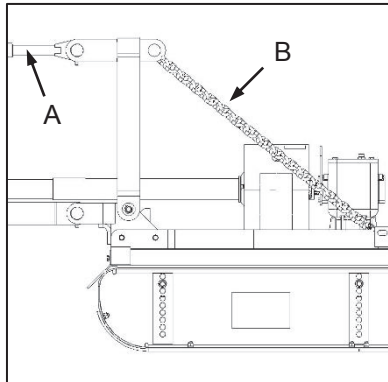

Fig. 1
- ✔ Adjust the tractor 3-point hitch top link (Fig. 1-A) to provide sufficient slack in the implement topmast chains (Fig. 1-B) to allow articulation of the implement over undulating terrain.
- ✔ Verstel die trekker se 3-punt-boskakeel (Fig. 1-A) om voldoende speling aan die implement se topmas-kettings (Fig. 1-B) te verskaf, sodat die implement die kontoere van die grond kan volg.